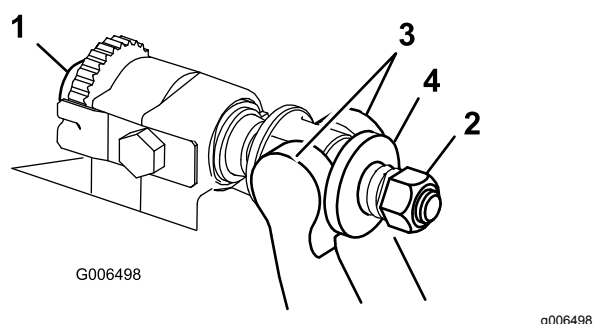

Bild 37
1. Drehen Sie die Einstellschrauben des Untermesserträgers nach links, um den Abstand zwischen Untermesser und Spindel zu vergrößern (**Bild 37**).
2. Drehen Sie die Federspannungsmutter so weit hinaus, bis die Scheibe nicht mehr gegen den Untermesserträger angespannt ist (**Bild 37**).